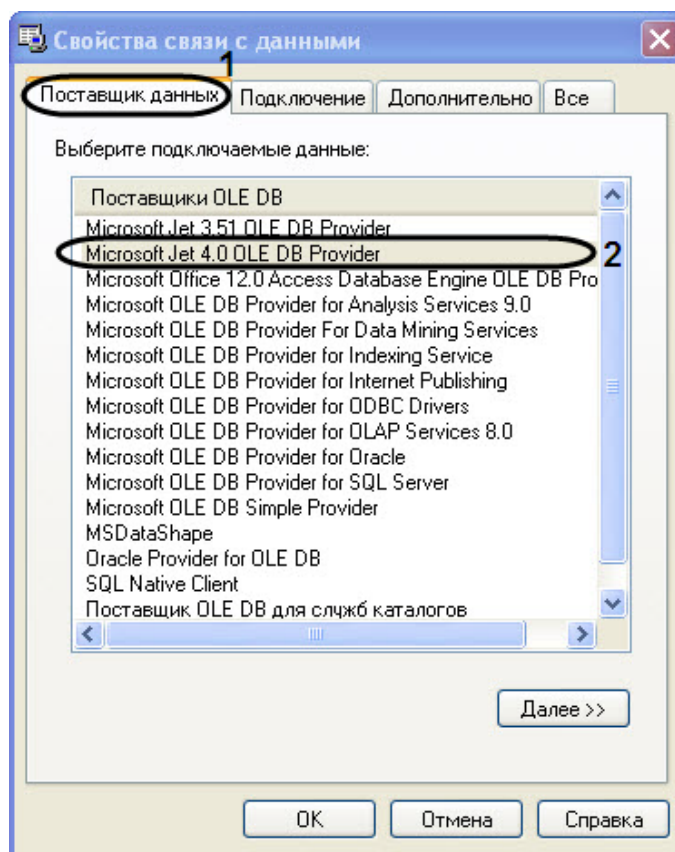

Рис. 11.3-5. Настройка поставщика данных
- 10.1. Перейти на вкладку «Поставщик данных» (Рис. 11.3-5, 1).